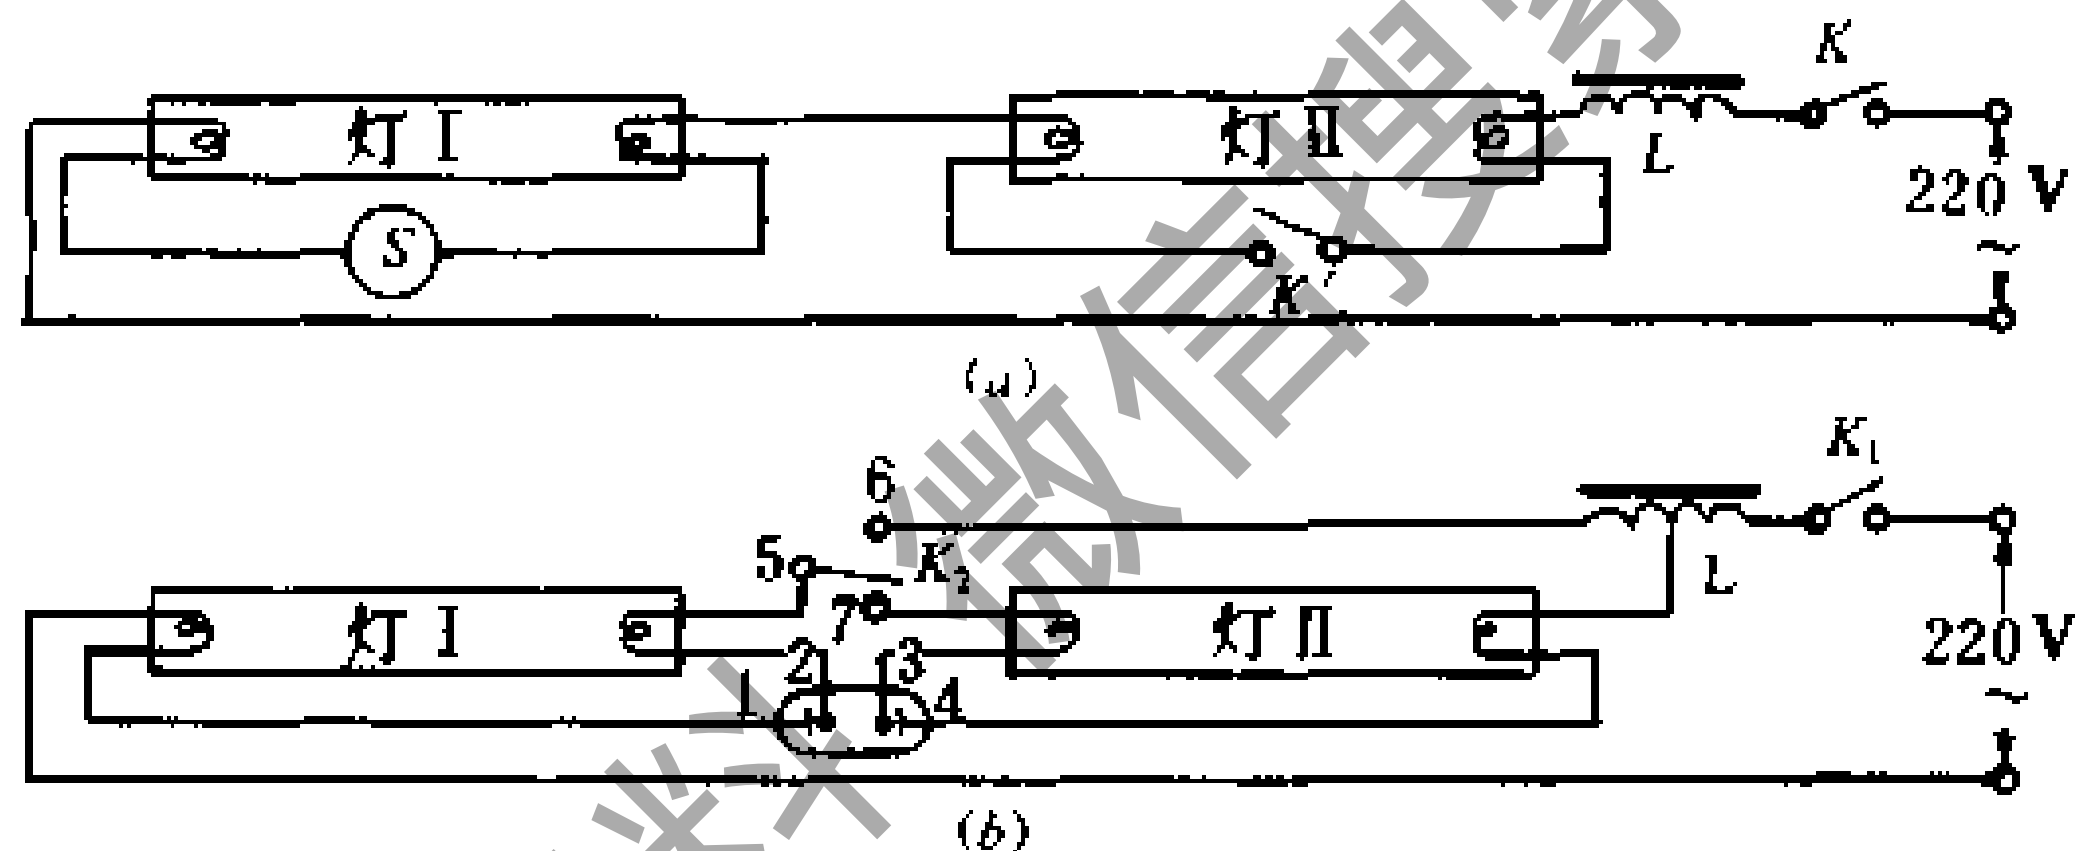

图 3—95 双管电路
(5) 日光灯的节电调光电路：为了使房间布置得美观大方，经济实用，达到节电和调光的目的，可按图 3—96 所示安装日光灯。